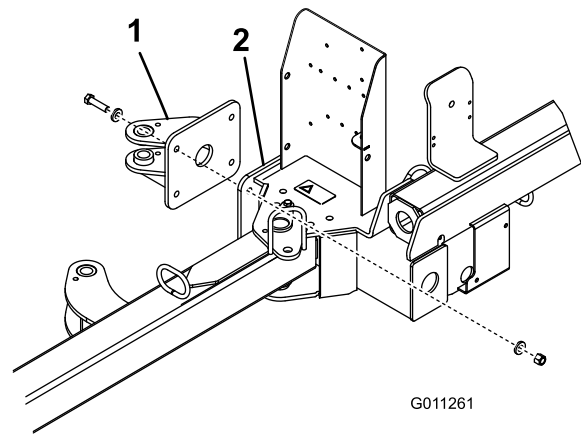

Bild 5
1. Befestigen Sie die hintere Aktuatornase mit vier Schrauben (1/2" x 2"), acht Flachscheiben (0,531 x 0,063) und vier Sicherungsmuttern (1/2") am Rahmen der Kehrmaschine. Positionieren Sie die Teile, wie in Bild 5 abgebildet.